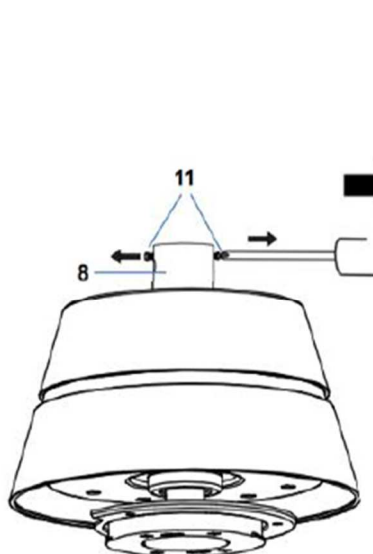

Abbildung 4.2
2. Löse die seitlichen Madenschrauben am Kupplungsgehäuse (Abbildung 4.2).